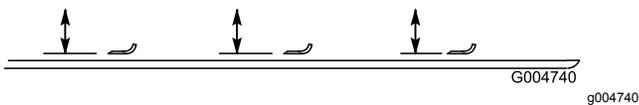

Figura 143
4. Ruotate la lama fino a quando le estremità non sono rivolte in avanti e indietro e misurate la distanza tra l'interno del piatto di taglio e il tagliente sulla parte anteriore della lama (Figura 143).